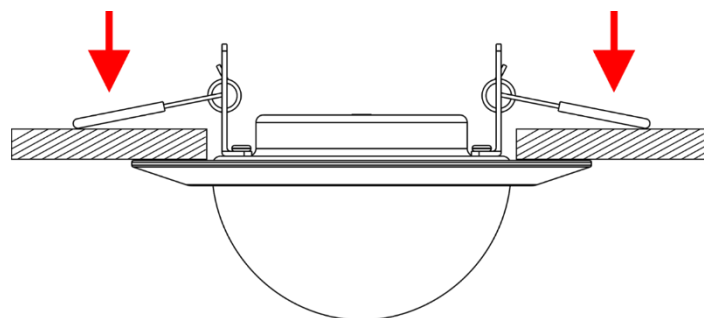

Abb. 06
- 05) Schieben Sie den Pixel Dot vollständig in die Montageöffnung. Die **federbelasteten Befestigungsklammern (02)** lösen sich und halten den Pixel Dot in Position (Abb. 06).